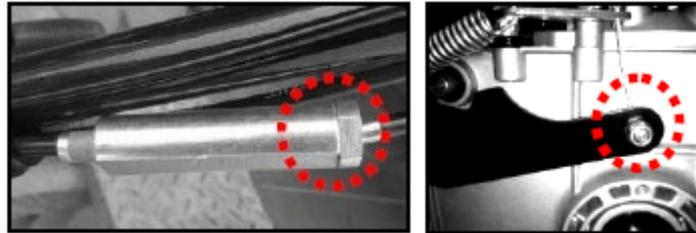

FIGURA 6 FIGURA 7
- ④ Controllare se il manicotto di compensazione è stretto (vedi figura 6)